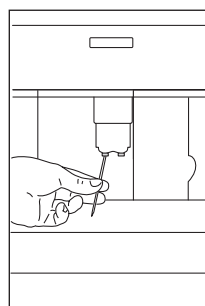

Fig. 34
- ▶ Compruebe regularmente que los orificios del surtidor de café no estén bloqueados. Si es necesario, retire los depósitos de café con un palillo (Fig. 34).